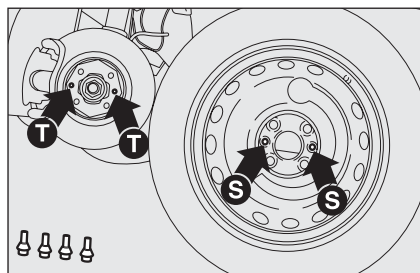

fig. 7
- ☐ monte la rueda de repuesto (más pequeña que una rueda normal) haciendo coincidir los orificios **S**-fig. 7 con los espárragos de centrado **T**;
- ☐ monte la rueda normal de uso haciendo coincidir los orificios **S**-fig. 7 con los espárragos de centrado **T** correspondientes;